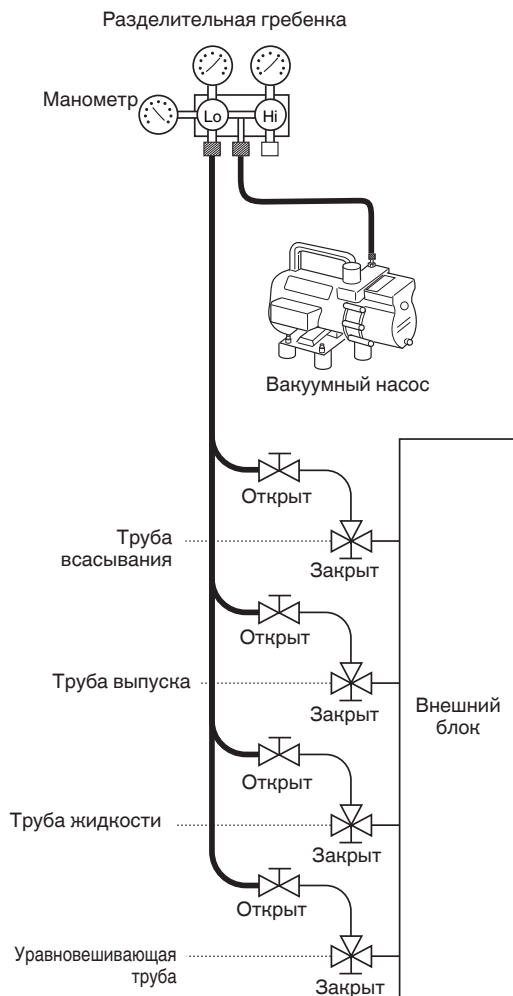

Рис. 6-4
- (2) После достижения нужного вакуума закройте кран «Lo» разделительной гребенки и выключите вакуумный насос. Убедитесь, что давление на манометре составляет ниже -101 кПа (-755 мм рт.ст., 5 торр) через 4 – 5 минут работы вакуумного насоса. (Рис. 6-4)